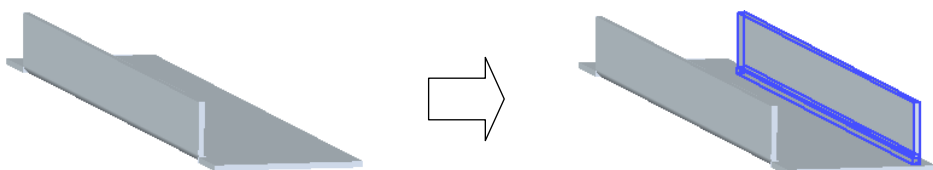

图 8.13.127 镜像特征 1
Step4. 创建图 8.13.127 所示的镜像特征 1。
- (1) 选取要镜像的特征。选取弯边特征 1 为镜像源。
- (2) 选择命令。单击“主页”功能选项卡“阵列”工具栏中的  镜像按钮。
- (3) 定义镜像平面。选取前视图 (XZ) 平面为镜像平面。
- (4) 单击  按钮，完成特征的创建。